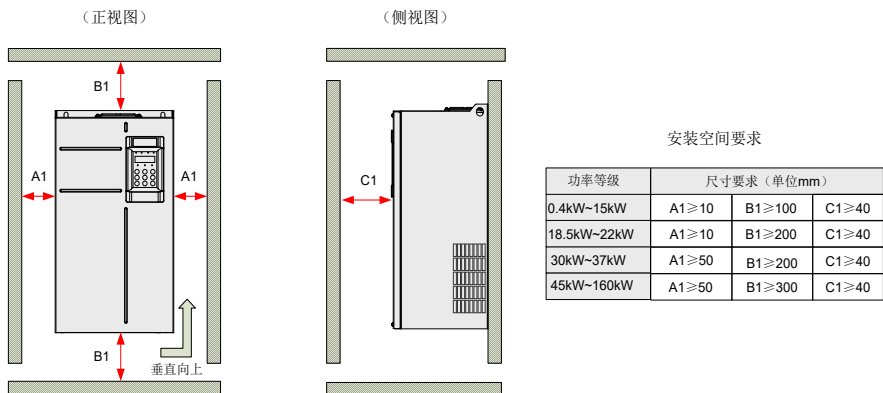

图 3-2 单台机器 [MD500T0.4GB ~ MD500T160G] 安装空间
- 安装空间要求如图 3-2 所示，需保证变频器有足够的散热空间，预留空间时请参考柜内其它器件的散热情况；